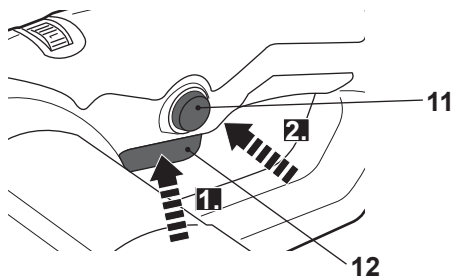

Fig. 19
- > Ligue o produto e mantenha o interruptor Ligado/desligado (12) pressionado (Fig. 19, passo 1).
- > Pressione, e mantenha pressionado, o botão de bloqueio (11) para bloquear o interruptor Ligado/desligado (12) (Fig. 19, passo 2).
- > Solte o botão de bloqueio (11) e o interruptor Ligado/desligado (12). O interruptor Ligado/desligado ficará bloqueado para que o produto possa ser utilizado de forma contínua.
- > Pressione e solte o interruptor de ligado/desligado (12) para desligar o produto.